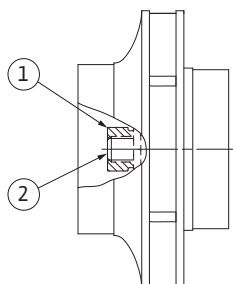

Fig. 49: Position correcte de l'écrou après le montage
29. Maintenir l'arbre (voir l'étape 24) et serrer l'écrou au couple de serrage prescrit (voir le Tab. 2 « Couples de serrage des vis »). L'écrou (fig. 49, pos. 1) doit être au contact à env. ± 0.02 in (± 0.5 mm) avec l'extrémité de l'arbre (fig. 49, pos. 2). Si ce n'est pas le cas, desserrer l'écrou et répéter les étapes 25 à 29.